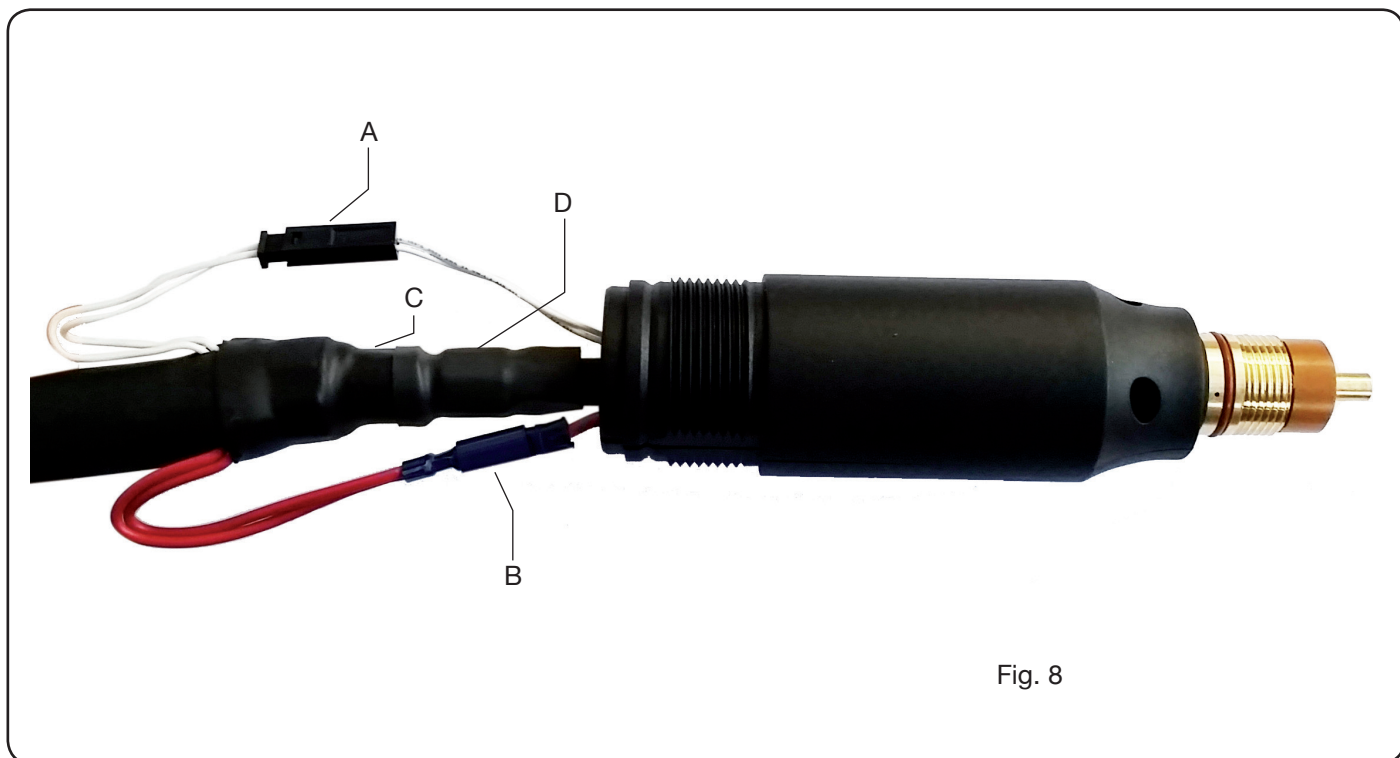

Fig. 8
- Desenroscar los tornillos sin cabeza **G1** y **G2** y, a continuación, el mango **M**, tirándolo hacia atrás hasta mostrar todos los cables (véase Fig. 8);
- Enroscar los racores **D** y **E** respetando la orientación indicada en Fig.8.